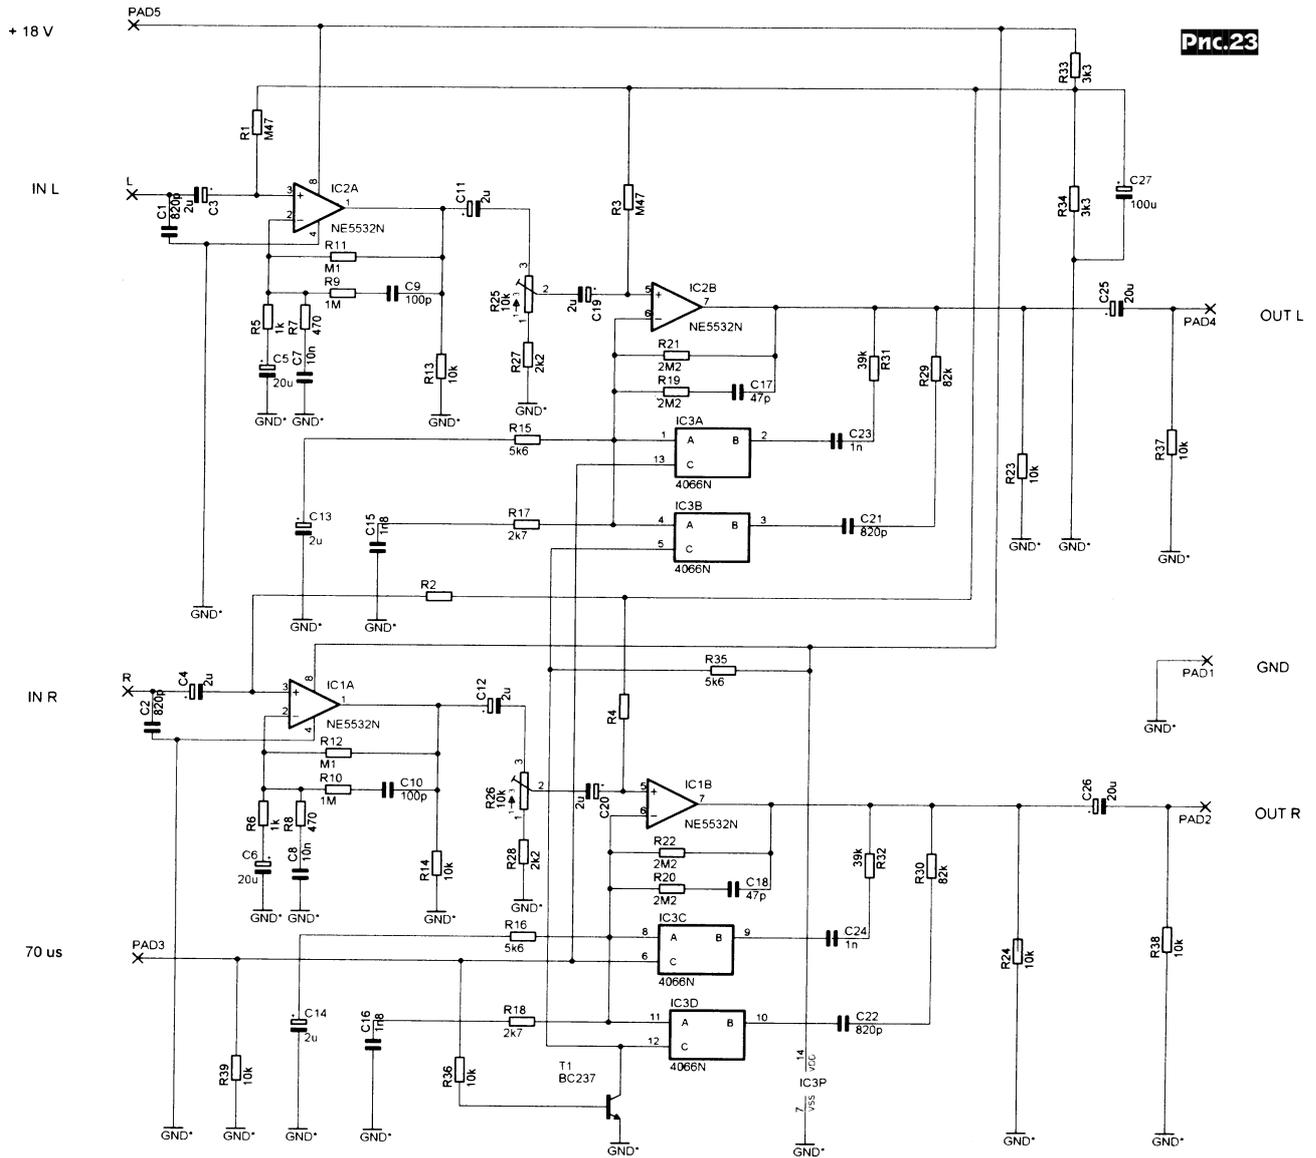

Рис.23
**Усилитель воспроизведения Мартина Поспишила (рис.23)** предназначен для кассетного плеера. Входной каскад выполнен на малошумящем ОУ IC2A и обеспечивает усиление до 60 дБ ( $K_u = 1 + R_{11}/R_5$ ; можно применить также ОУ NJM 4580D). В нем формируется небольшая ВЧ коррекция цепочкой R7C7 и конденсатором C1, который с магнитной головкой образует параллельный колебательный контур. Стандартные постоянные времена корректирующей АЧХ обеспечиваются во втором каскаде на ОУ IC2B: НЧ коррекцию 3180 мкс выполняет R15C13, а ВЧ коррекцию - C21R29R17C15 (для лент Cr/Me, 70 мкс) или C23R31R17C15 (для Normal, 120 мкс). Соответствующую коммутацию обеспечивают электронные коммутаторы IC3A, IC3B (отеч. аналог 564KT3), управляемые противофазно командой «70 мкс» на входе PAD3. В процессе налаживания резисторами R25, R26 на выходе обоих каналов устанавливают напряжение 0,7 В при воспроизведении «уровневой» измерительной ленты (можно использовать сигналограмму записи уровня 0 дБ 400 Гц, выполненную на другом магнитофоне), а при воспроизведении «частотной» измерительной ленты подбором C1 (C2), C15 (C16) максимально широкой АЧХ в области высших (до 18 кГц) частот. Конечно, надо не забыть предварительно отрегулировать наклон магнитной головки, что можно сделать на слух по наилучшему воспроизведению высших частот качественной фонограммы. От источника +18 В устройство потребляет 60 мА, обеспечивая чувствительность 150 мкВ (на частоте 333 Гц), относительный уровень шумов -50 дБ, полосу воспроизводимых частот с магнитной головкой aiwa DX от 20 Гц до 18 кГц («Prakticka elektronika A Radio» №11/2001, с.30-32 \*).